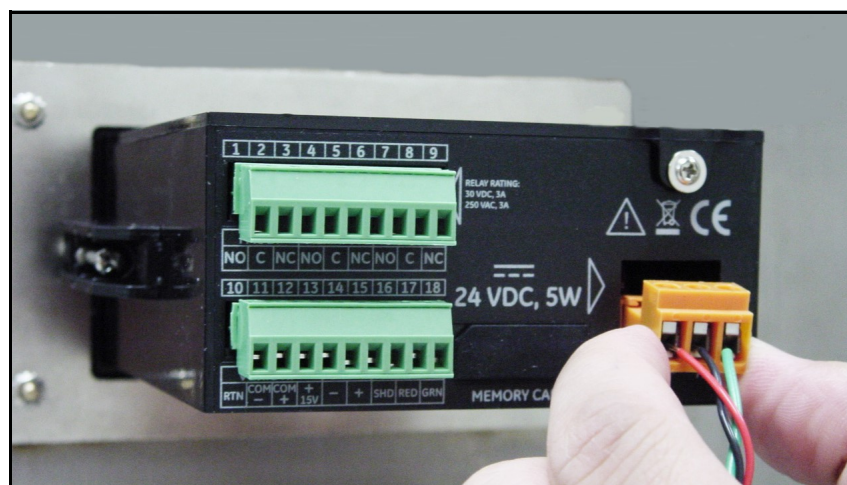

Figure 42: Réinsertion du connecteur CC
4. Réinsérez le connecteur CC dans le panneau arrière (voir la Figure 42).